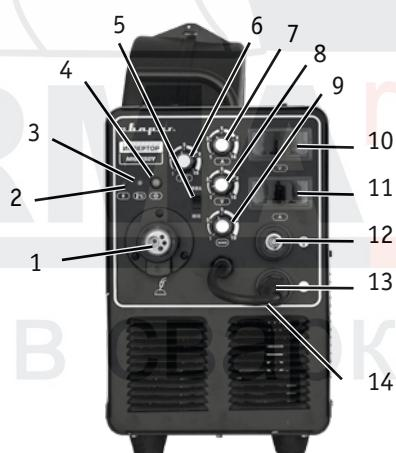
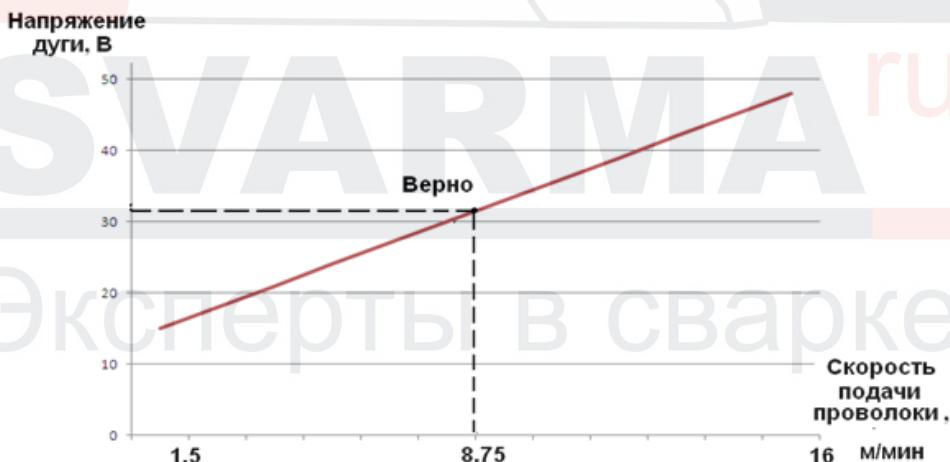

Рис. 1.1. Передняя панель аппарата.
Рис. 7. График соотношения напряжения дуги и скорости подачи проволоки.
8. Вставьте кабельную вилку, соединенную с клеммой заземления, в панельную розетку «-» или «+» (поз. 13 и 12, рис. 1.1) на передней панели сварочного аппарата (в зависимости от требуемой полярности), а кабель переключения полярности (поз. 14, рис. 1.1) в свободную панельную розетку и закрутите их по часовой стрелке.
- прямая полярность – кабель клеммы заземления подключен к панельной розетке «+» (поз. 12, рис. 1.1);
- обратная полярность – кабель клеммы заземления подключен к панельной розетке «-» (поз. 13, рис. 1.1).
1. На передней панели сварочного аппарата имеются панельные розетки «+» и «-» (поз. 12 и 13, рис. 1.1). Существуют два способа подключения сварочных принадлежностей:
- прямая полярность – электрододержатель подсоединен к панельной розетке «-» (поз. 13, рис. 1.1), а кабель с клеммой заземления к панельной розетке «+» (поз. 12, рис. 1.1);
- обратная полярность – кабель клеммы заземления подсоединен к панельной розетке «-» (поз. 13, рис. 1.1), а электрододержатель – к панельной розетке «+» (поз. 12, рис. 1.1).
2. Переведите переключатель MIG/MMA (поз. 5, рис. 1.1) в положение MIG.
3. Нажмите кнопку холостого прогона проволоки (поз. 4, рис. 1.1) для протяжки проволоки через горелку.
4. Регулятором скорости подачи проволоки на подающем механизме установите соответствующую подачу проволоки (поз. 9, рис. 1.1) и напряжение дуги (поз. 8, рис. 1.1). Сварочный ток в режиме сварки MIG зависит пропорционально от скорости подачи проволоки и выставляется ее регулятором. На индикаторе сварочного тока (поз. 11, рис. 1.1) при предварительной настройке ничего не отображается - показания сварочного тока появятся только в процессе сварки. Подобрать оптимальное отношение напряжения и скорости подачи сварочной проволоки можно в соответствии с графиком (рис. 7).
6. Установите значение индуктивности, чтобы получить нужную жесткость дуги. При повороте регулятора индуктивности (поз. 6, рис. 1.1) до конца против часовой стрелки значение индуктивности будет минимальным (более вертикальная линия 1, рис. 8), а дуга наиболее жесткой. Этот режим более глубокого проплавления материалов. При повороте регулятора по часовой стрелке значение индуктивности будет увеличиваться (более пологая линия 3, рис. 8), а разбрызгивание металла уменьшаться вместе с жесткостью дуги - применяется для облицовочных швов.
1. Установите способ сварки MMA с помощью переключателя MIG/MMA (поз. 5, рис. 1.1.).
2. Установите требуемую величину сварочного тока с помощью регулятора (поз. 7, рис. 1.1). Устанавливайте значения сварочного тока в зависимости от диаметра электрода, типа материала, требований технологического процесса и нормативной документации или рекомендаций ПРИЛОЖЕНИЯ Б настоящего руководства по эксплуатации.